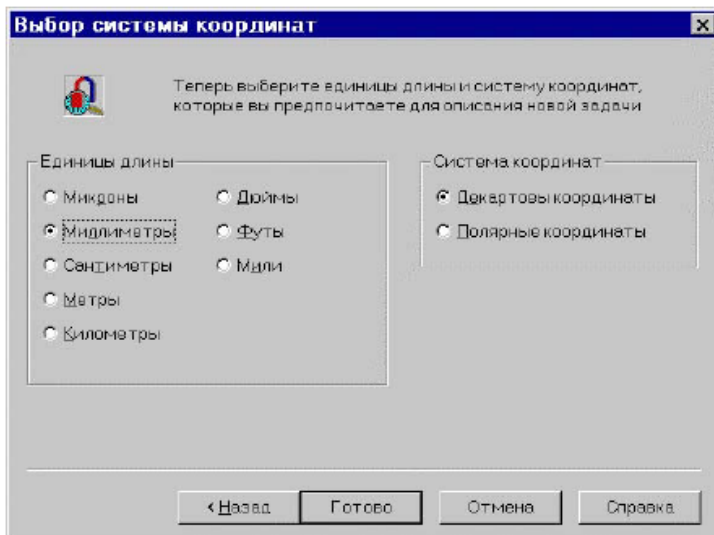

Рис. 6. Окно выбора системы координат
1. Выберите «Миллиметры» (рис. 6).